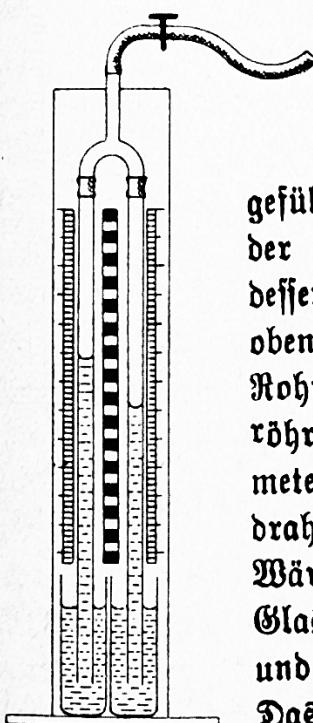

Abb. 63. Bestim-
11. Verbinde zwei 80 cm lange Gläser durch Schlauchstücke mit einem T-Rohre, schließe an dieses einen Schlauch mit einem Quetschhahn an! Das Benetzen der Glasrohrenden mit Rizinusöl sichert einen vollständig luftdichten Abschluß. Befestige das ganze nach Abb. 63 auf einem senkrecht stehenden Brettchen und lasse die unteren Enden der Gläser tauchen! Bringe an dem Brettchen hinter jedem Rohre einen Millimetermaßstab an! Fülle ein Glas mit gefärbtem Wasser (sehr schön ist mit Fluorezin gefärbtes Wasser), das zweite mit gefärbtem Spiritus! Sauge an dem oberen Schlauche und schließe den Quetschhahn! Die Flüssigkeitssäulen sind verschieden hoch; Spiritus steht höher als Wasser. Miß in jeder Röhre den Abstand zwischen dem Flüssigkeitsspiegel im unteren Glase und in der Röhre! Die beiden Flüssigkeitssäulen haben dasselbe Gewicht, weil im Innern der Röhre die gleiche Luftverdünnung und außer der gleiche Luftdruck herrscht. — Berechne durch einfaches Dividieren das Eigengewicht von Spiritus! Bestimme auf die gleiche Weise das Eigengewicht von Petroleum, von Kupfervitriollösung, von Glycerin!